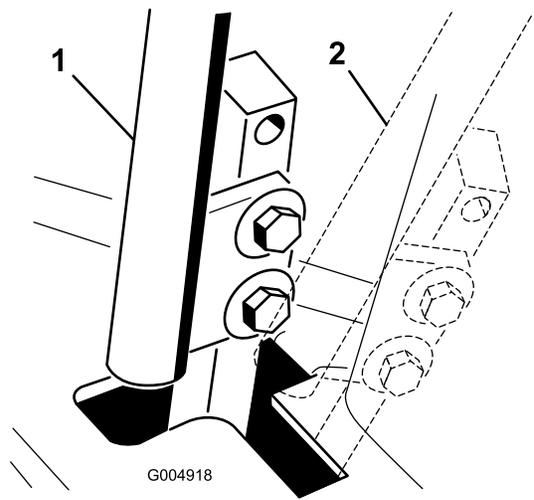

Figure 86
4. Placez le levier de commande au POINT MORT, **sans le verrouiller** (Figure 86).
6. Vérifiez la position du levier par rapport au cran de la console (Figure 86).